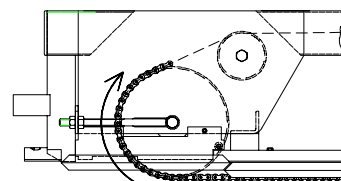

Abb. 1
- Motor zuerst rechts herum laufen lassen (siehe Abb. 1).